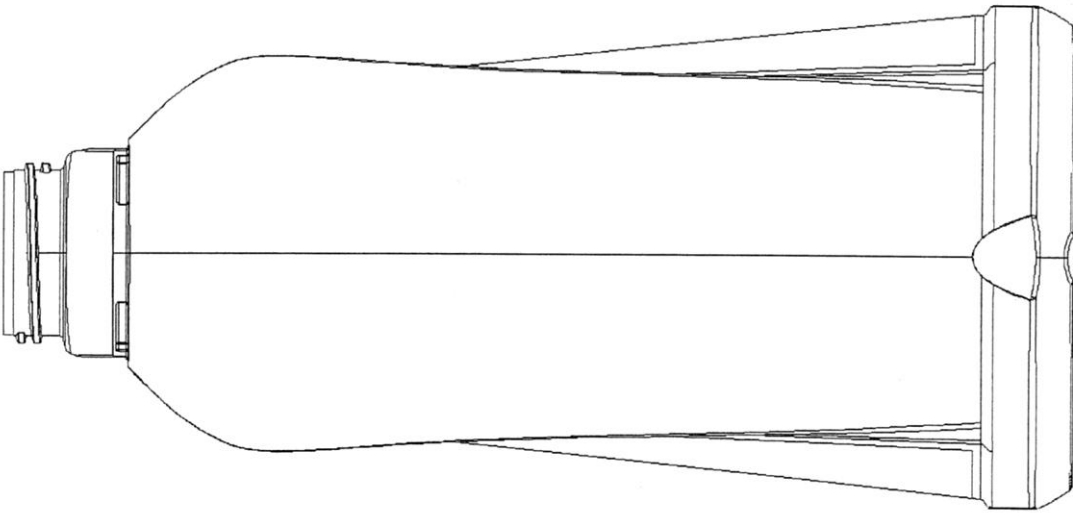

Fig. 15
- fig. 15 - odmianę 3 butelki w widoku z lewego boku,